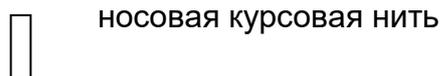

Рисунок 2
- СЛУЧАЙ 1. Нить предметной мишени и курсовая нить смещены относительно друг друга вправо или влево (см. рисунок 2)